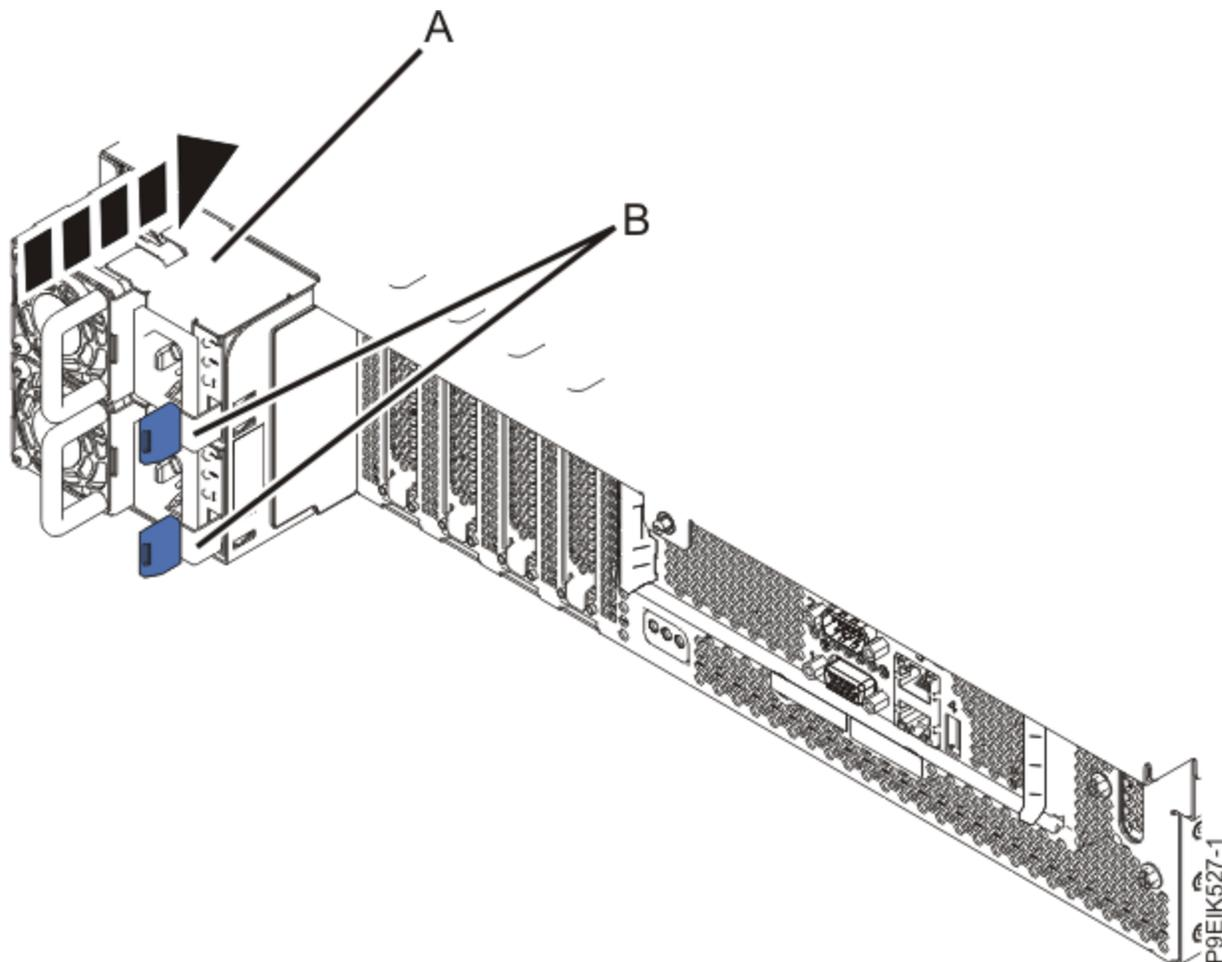

図 101. システムの電源装置の取り替え
2. 116 ページの図 101 に示すように、電源装置を再取り付けします。